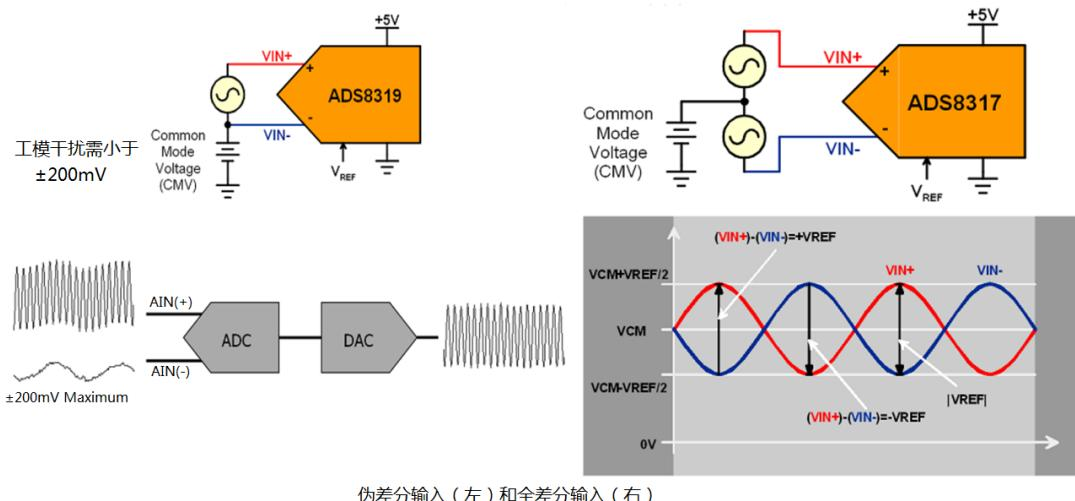

图 18.21 伪差分输入和差分输入示意图
AIN-但是基本上只能连在地上抑制“微弱”共模干扰用。如图 18.21 所示，ADS8319 应用示意图。
- 3) 全差分输入 (Fully-differential) : AIN-与 AIN+的输入范围和特性一致, 能抑制“大幅值”共模信号。如图 18.21 所示, ADS8317 应用示意图。